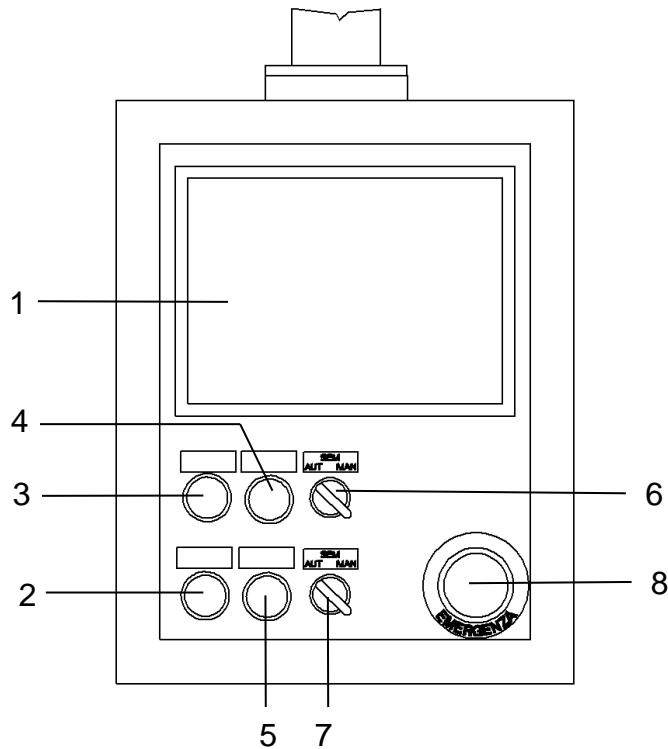

Abb. 5.1
Die Maschine ist mit einem Bedienpult (siehe Abb. 5.1) versehen, auf dem sich die Ein- und Ausschaltvorrichtungen und ein programmierbares Terminal befinden, mit dem der Arbeitszyklus der Maschine programmiert werden kann.
Nachfolgend eine Beschreibung der Befehlstasten am Touch-Screen-Terminal - siehe auch Abb.5.1.
Die Wahl einer dieser Betriebsarten erfolgt mit Hilfe des Schlüsselschalters HAND/HALBAUTO/AUTO (6, Abb. 5.1) am Bedienerterminal.
Der Schlüsselschalter (6, Abb. 5.1) muss auf AUTO gestellt sein.
Um vom Automatikbetrieb zum halbautomatischen Betrieb zu wechseln, muss der Schlüsselschalter (6, Abb.5.1) auf HALBAUTO gedreht werden.
Diese Betriebsart ermöglicht den Tippbetrieb auf der Maschine, um die Korrektheit der ausgeführten Tätigkeiten zu kontrollieren. Die Ausführung der einzelnen Schritte erfolgt durch Druck der START-Taste (4, Abb.5.1).
Um vom Automatikbetrieb zum Handbetrieb zu wechseln, muss der Schlüsselschalter (6, Abb.5.1) auf HAND gedreht und die STOP-Taste (5, Abb.5.1) gedrückt werden.
Die Ausführung der verschiedenen Bewegungen erfolgt durch Druck der START-Taste (4, Abb. 5.1), nachdem das Menü «HANDBEFEHLE» am Touch-Screen Terminal aufgerufen worden ist.
- Auf die Taste “STEUERUNG EIN” (3, Abb. 5.1) drücken.
- Den Schlüsselschalter (6, Abb. 5.1) HAND/HALB/AUTO auf AUTO drehen.
- Sicherstellen, daß sich der rote Not-Aus-Schalter (8, Abb. 5.1) in Ruhestellung befindet (herausgezogene Position).
- Auf die “START”-Taste (4, Abb. 5.1) drücken. Die Maschine führt Lufteinlaß und Reset aus.
- Nochmals auf die “START”-Taste (4, Abb. 5.1) drücken, um den Automatikbetrieb freizugeben: die Maschine beginnt die Bearbeitung mit dem gewählten Programm.
- Auf die “STOP”-Taste (5, Abb. 5.1) drücken. Die Maschine beendet die Bearbeitung des in der Maschine befindlichen Ankers. Der Anker wird abgeladen. Dann bleibt die Maschine stehen.
- Auf die Taste “STEUERUNG AUS” (2, Abb. 5.1) drücken.
Am Bedienerterminal der Maschine befindet sich der rote, pilzförmige Not-Aus-Schalter (8, Abb. 5.1). Dieser darf nur in den folgenden Fällen verwendet werden:
- Den Not-Aus-Schalter (8, Abb. 5.1) entriegeln, indem er eine Viertelumdrehung im Uhrzeigersinn gedreht wird (wie der Pfeil auf dem Schalter anzeigt).
- Auf die “START”-Taste (4, Abb. 5.1) drücken. Luft wird eingelassen und die Reset-Prozedur wird durchgeführt.
- Nochmals auf die “START”-Taste (4, Abb. 5.1) drücken, um den Automatikbetrieb freizugeben und den Arbeitszyklus zu starten.
Damit das Programm in den Arbeitsbereich übertragen werden kann, muss sich die Maschine im STOP-Zustand befinden oder der Schlüsselschalter (6, Abb. 5.1) auf HAND gedreht sein.
Während des Arbeitszyklus besteht der Zugang zu den Handbefehlen ausschließlich zur Visualisierung. Zur Ausführung muss der Schlüsselschalter (5, Abb. 5.1) im Moment der Anfrage des Handbetriebs auf HAND gestellt sein.
Nachdem diese Seite erschienen ist, kann der Verwender den Zyklus mit der START-Taste (4, Abb. 5.1) starten oder eine auf der Seite enthaltene Option auswählen.